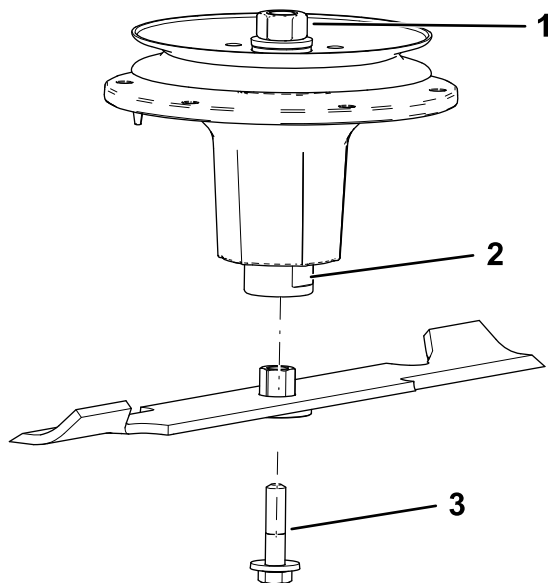

Figura 110
2. Montate il gruppo boccola/lama nell'albero del fusello (Figura 110).